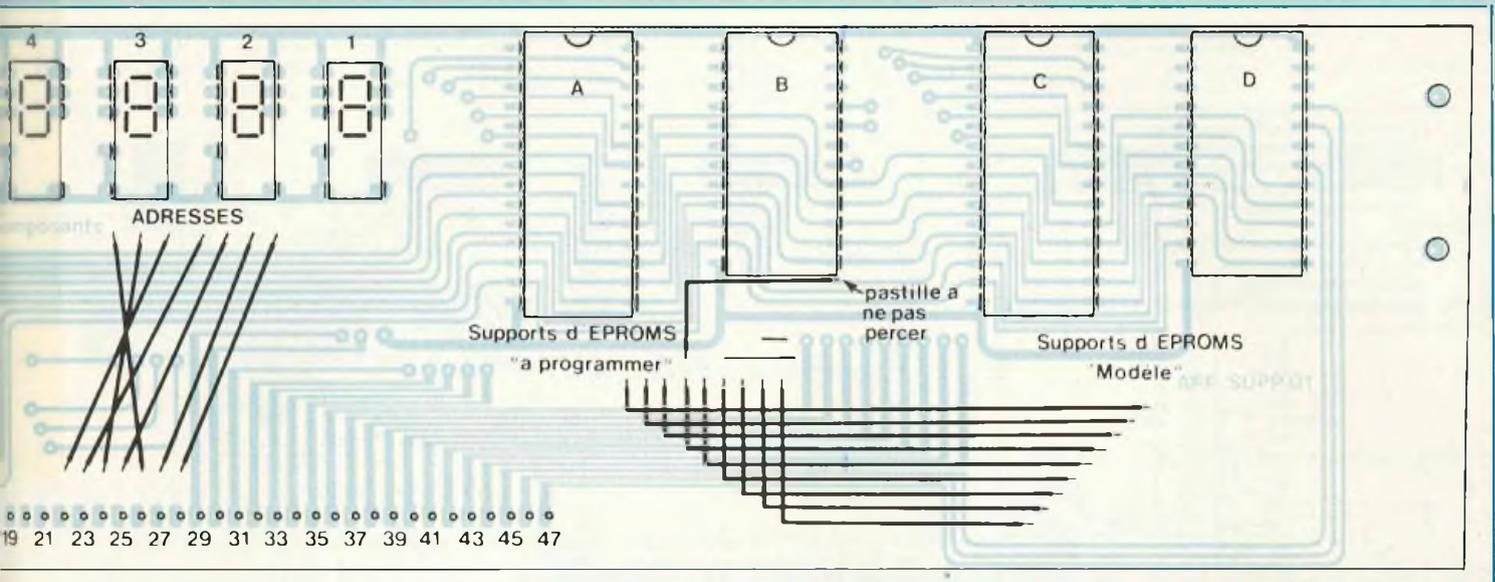
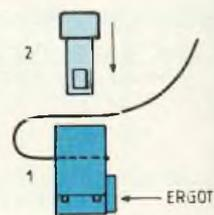

Fig. 17 : Carte supports d'Eeproms et affichage.
Fig. 18 : Montage des connecteurs femelles.
Fig. 17 bis : Montage des supports d'Eproms.
d. Carte d'EPROMs et d'affichage (figure 17)
Implantez maintenant les supports à wrapper en vous aidant de la figure 17 bis. Le repère des supports, s'il existe, sera orienté vers le haut, afin de vous rappeler que les mémoires devront être insérées de la même manière lors de l'utilisation de l'appareil. Soudez enfin les deux résistances R37 et R38, les deux LED D12 et D13 (attention à l'orientation), ainsi que le condensateur de découplage C19. Nous allons maintenant préparer les connecteurs de liaison (figure 18). Ceux-ci sont au nombre de 3 (1 de 10 broches, 1 de 16 broches et 1 de 20 broches-19 fils). Dans le connecteur femelle de 10 broches, insérez un côté du câble en nappe 10 conducteurs en le laissant dépasser de 1 mm du côté
Montez un connecteur femelle 10 broches sur 120 mm de câble en nappe 10 conducteurs et soudez ce câble à son emplacement, à gauche du circuit, de la même manière que ceux de la carte d'affichage (figure 18).